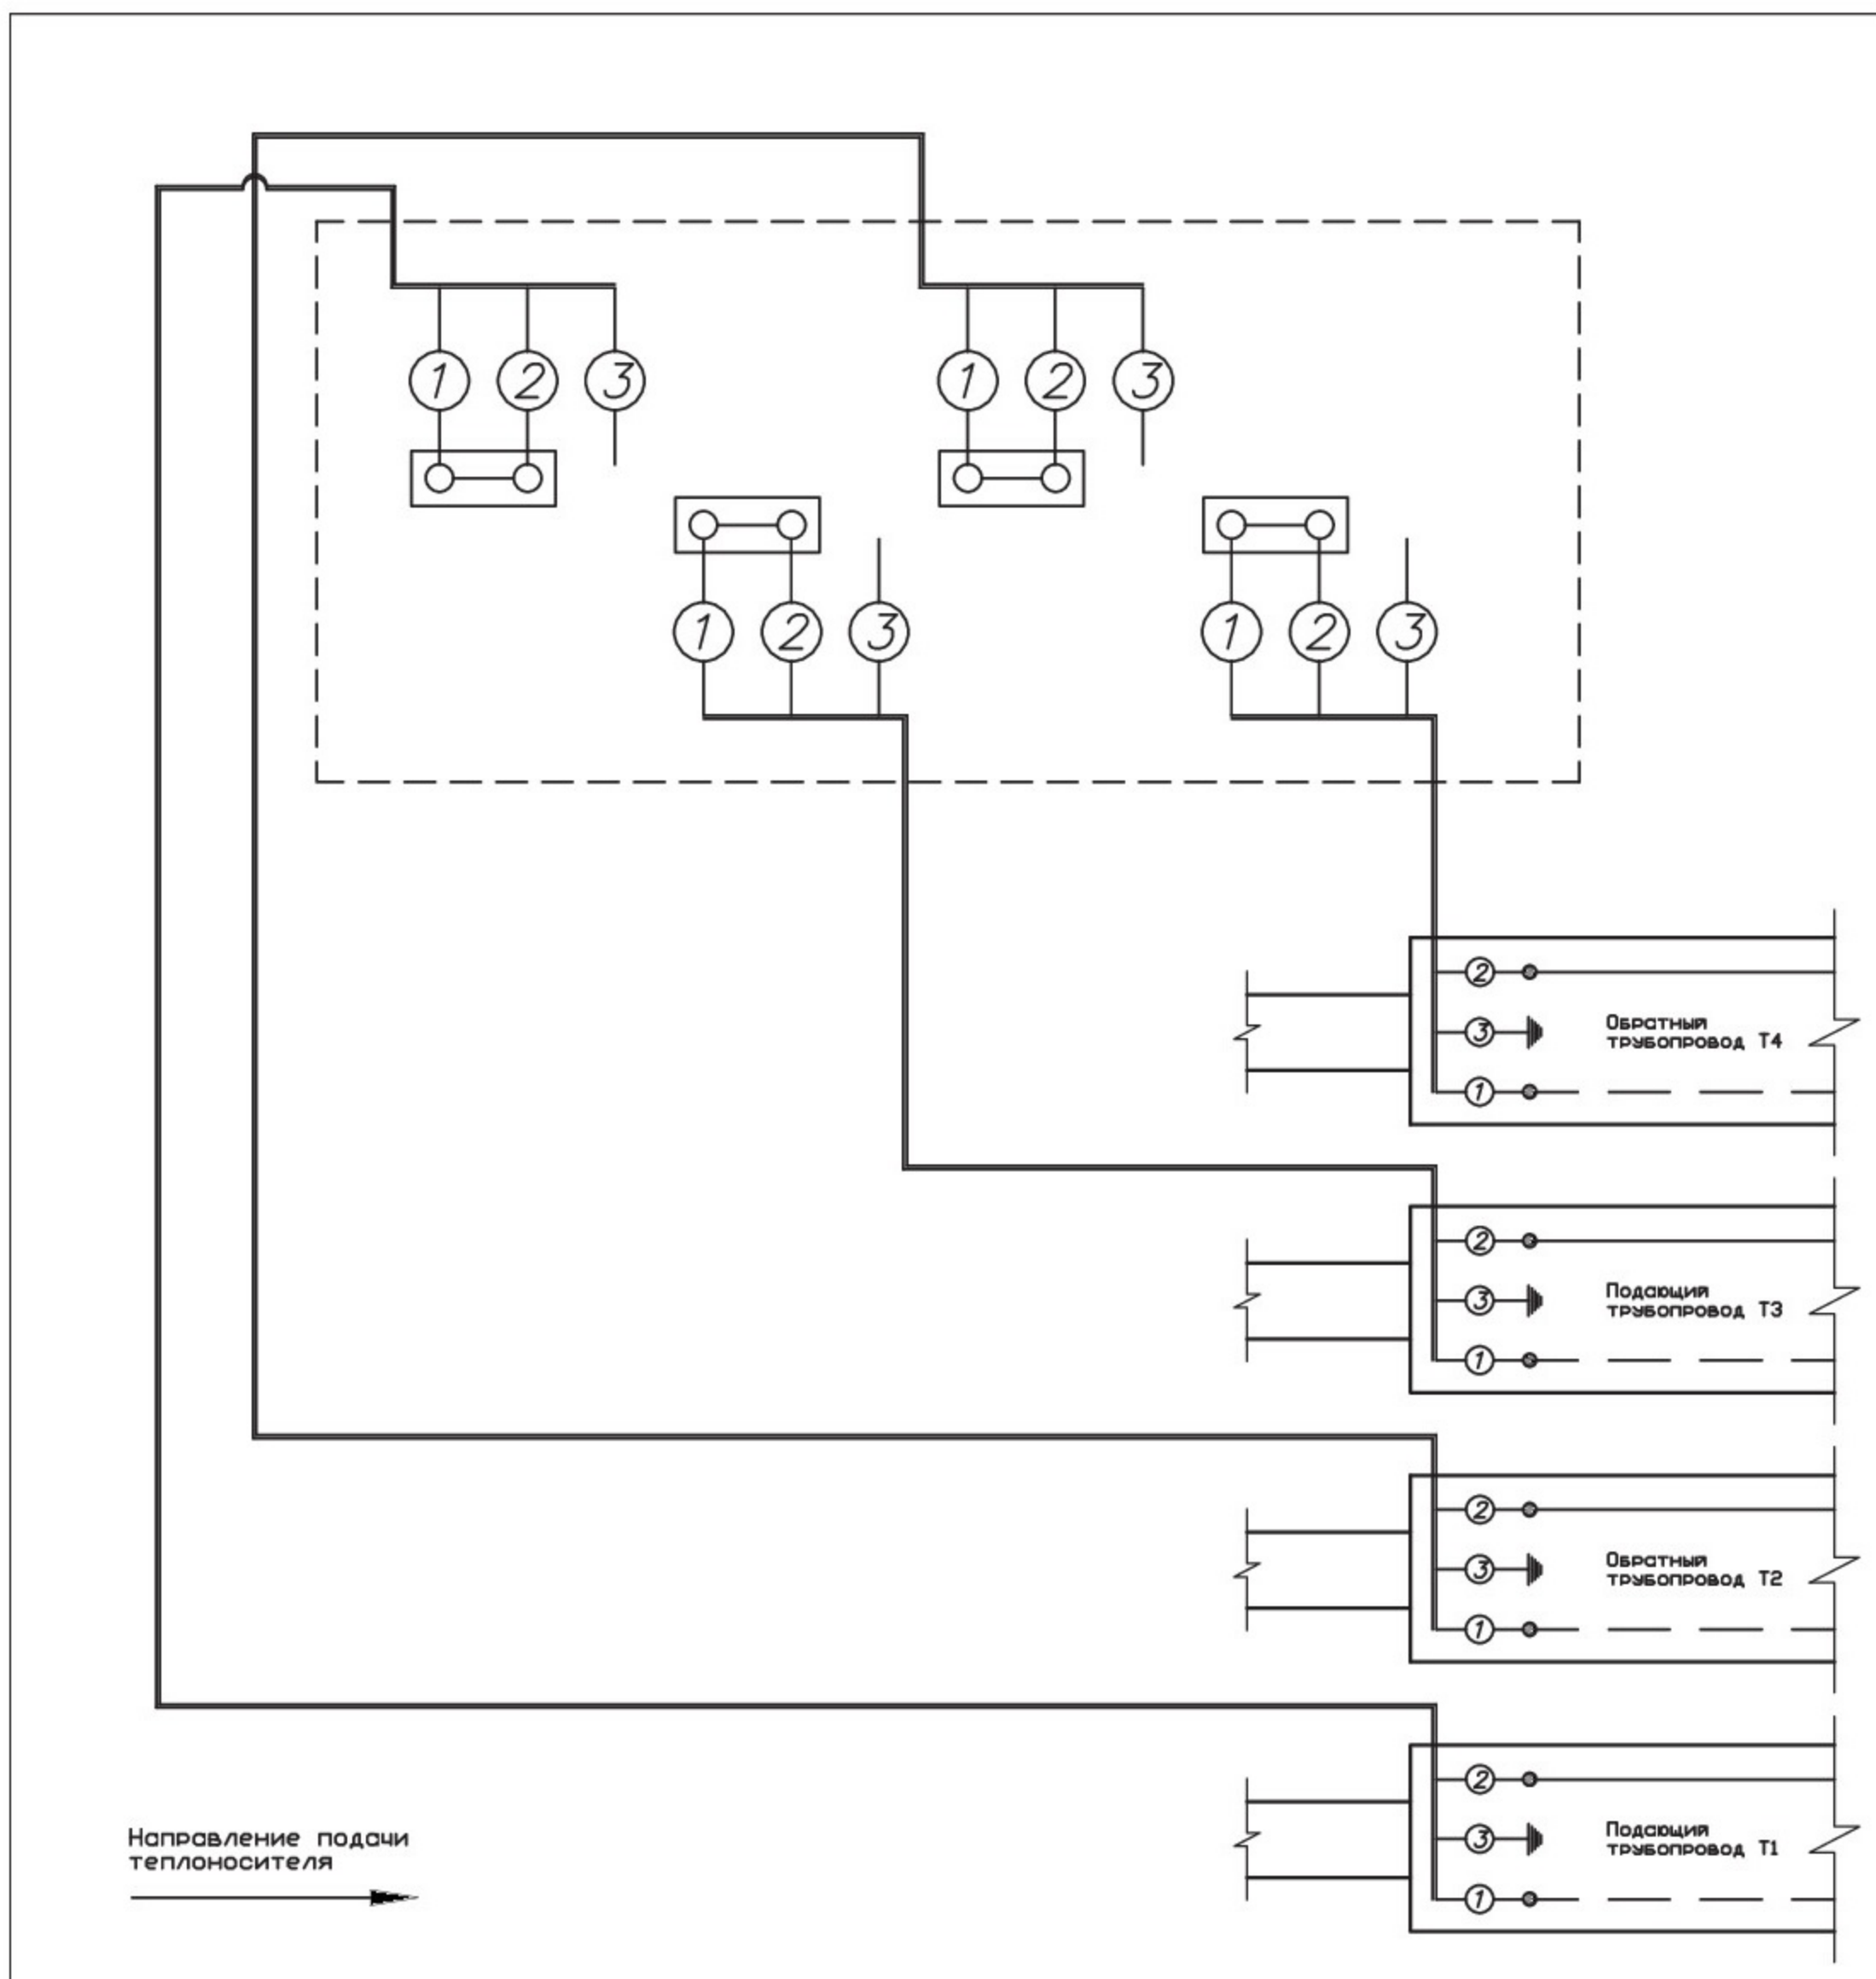

Рис. 7 Закольцовка одной четырехтрубной системы ОДК
7. Для закольцовки одной четырехтрубной системы ОДК монтаж проводников внутри терминала осуществлять по электрической схеме – **Рис. 7**.